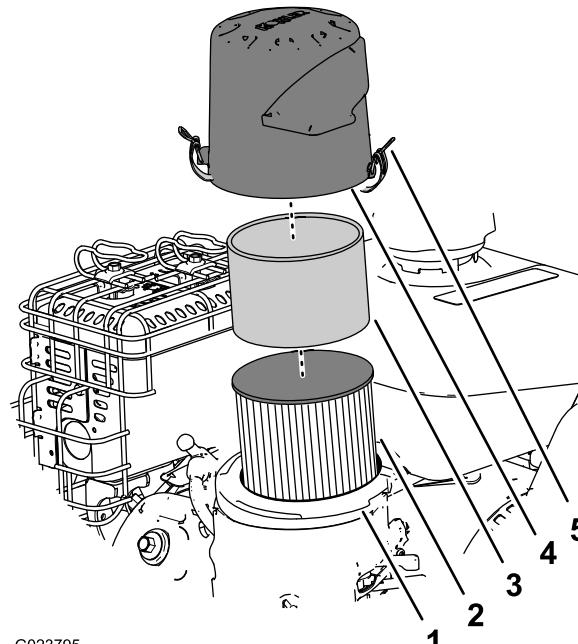

Figure 31
2. Déposez le couvercle et nettoyez-le soigneusement (Figure 31).
3. Retirez le préfiltre en mousse et lavez-le à l'eau additionnée de détergent doux; séchez-le ensuite en le pressant légèrement dans un chiffon (Figure 31).
- Enlevez et examinez l'élément filtrant en papier (Figure 31) et mettez-le au rebut s'il est excessivement encrassé.
- Placez le préfiltre en mousse sur l'élément en papier (Figure 31).
- Montez le filtre à air sur sa base (Figure 31).